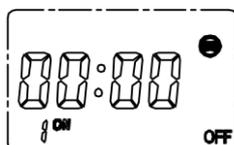

Fig.10
6.2.3.1 Después de terminar la operación del punto 6.2.2 pulsar "MD" para ajustar los tiempos ON/OFF (ver Fig.10). La posición correspondiente al ajuste a realizar estará parpadeante